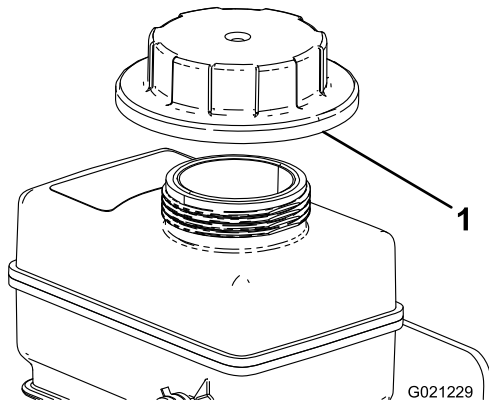

Figura 78
8. Llene lentamente el depósito auxiliar de refrigerante hasta que el nivel llegue al borde inferior del cuello de llenado (Figura 78).
9. Coloque el tapón en el depósito auxiliar de refrigerante (Figura 78).